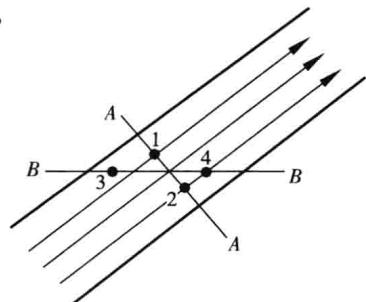

图 10-6
8. 如图 10-6 所示,等直径管考虑损失,A-A 断面为过流断面,